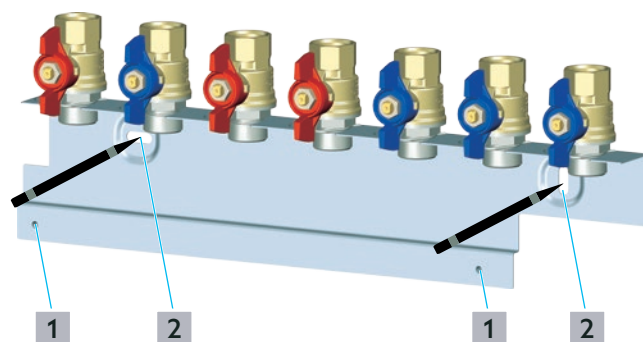

Fig. 6: Montarea setului de racordare cu robineți sferici
- 5 Înșurubați tijele filetate în suportul de tablă (poziția 1 din fig. 6 de la pag. 8).